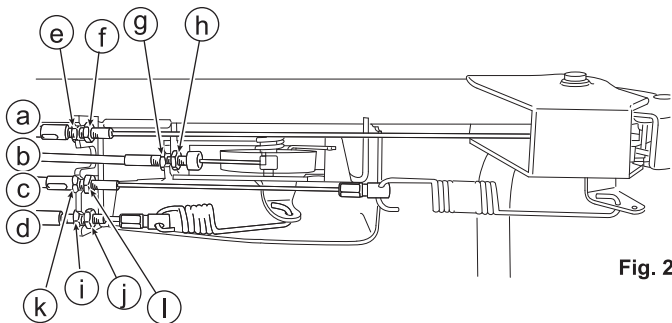

Fig. 23
8.5.1 Alavanca do acelerador (Veja as fig. 23 e 24)
8.5.2 Alavanca da lâmina (Veja as fig. 23 e 25)
(Veja as fig. 23 e 26)
- 3 Verifique se a máquina pode ser movimentada para trás quando a alavanca da embreagem de acionamento (B) é liberada.
8.5.4 Alavanca de ajuste de velocidade (Veja as fig. 23 e 27)